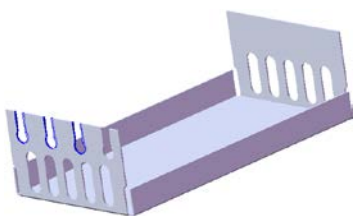
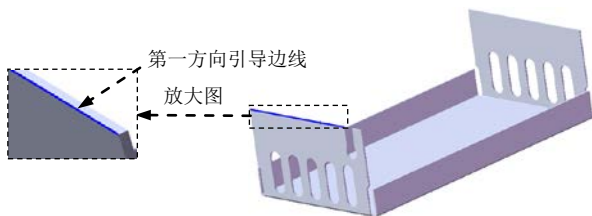

图 11.3.31 阵列 (线性) 2
图 11.3.32 选取阵列引导边线
(3) 定义切除深度属性。在“切除—拉伸”对话框 **方向 1** 区域的  下拉列表中选择 **给定深度** 选项, 选中 ☒ **与厚度相等(L)** 复选框与 ☒ **正交切除(N)** 复选框。其他选择默认设置值。
(4) 单击  按钮, 完成切除—拉伸 3 的创建。
Step11. 创建图 11.3.31 所示的阵列 (线性) 2。
(1) 选择下拉菜单 **插入(I)** → **阵列/镜向(E)** →  **线性阵列(L)...** 命令, 系统弹出“线性阵列”对话框。
(2) 定义阵列源特征。单击 **要阵列的特征(F)** 区域中的文本框, 选取切除—拉伸 3 作为阵列的源特征。
(3) 定义阵列参数。
① 定义方向 1 的阵列引导边线。选择图 11.3.32 所示的边线为第一方向引导边线。
② 定义方向 1 的参数。在 **方向 1** 区域的  文本框中输入数值 11.0; 在  文本框中输入数值 4。
(4) 单击  按钮, 完成阵列 (线性) 2 的创建。